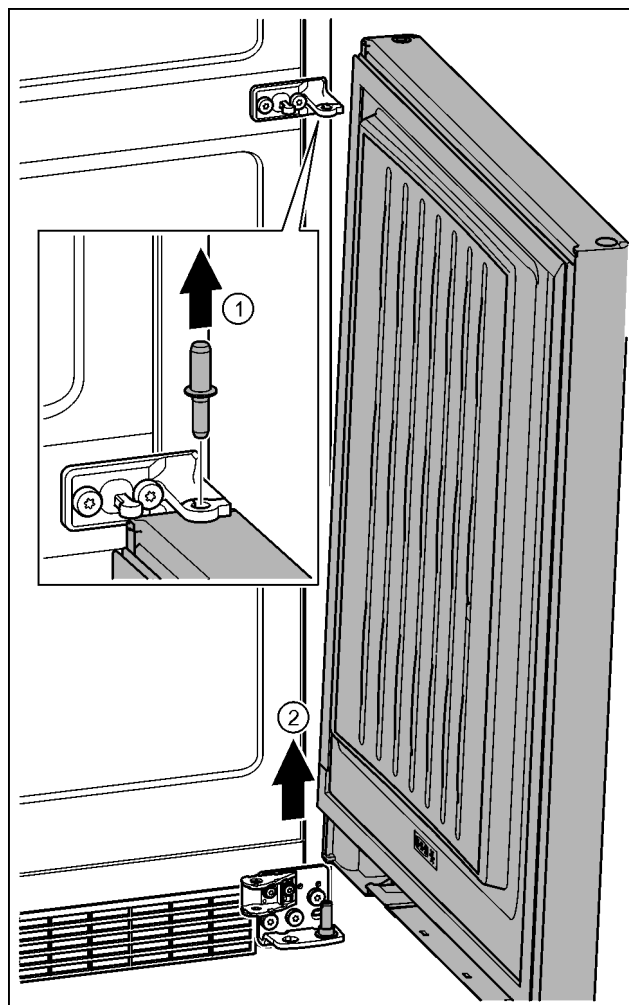

Fig. 22
- Bolzen nach oben herausziehen. Fig. 22 (1)
- Tür herausschwenken, nach oben ziehen und beiseite stellen. Fig. 22 (2)